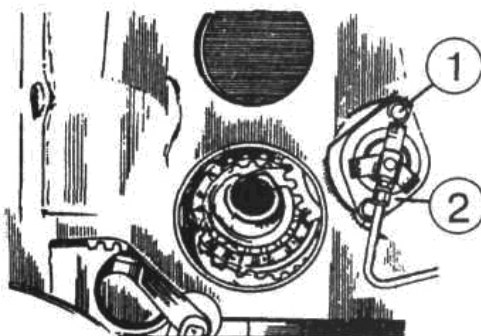

Рисунок 4.52
2) отверните болты (1) (рисунок 4.52) и снимите стакан (2);